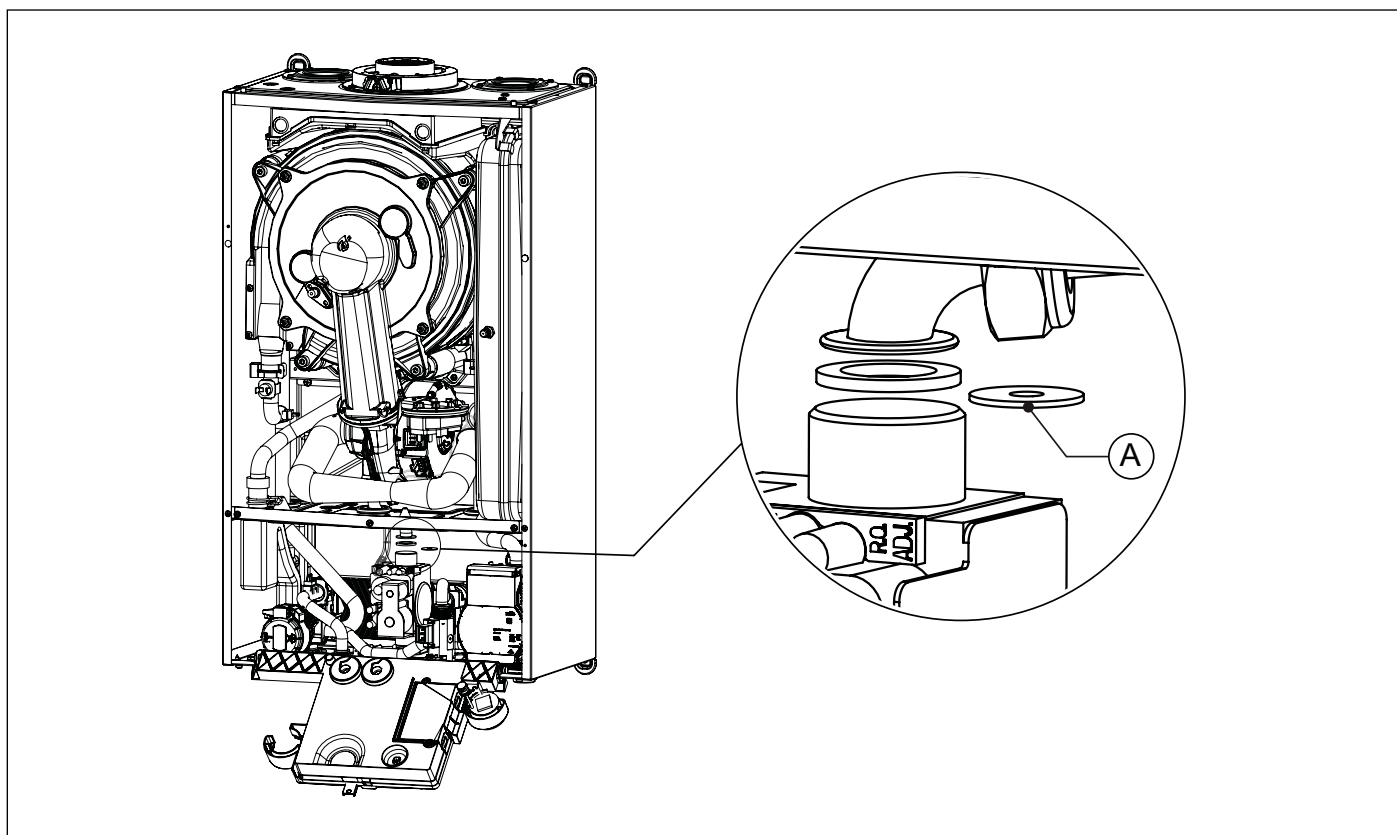

Рис. 24 Замініть діафрагму газу
- Від'єднайте трубку газу (див. Рис. 24 Замініть діафрагму газу).
- Замініть діафрагму газу (A) на нову відповідно до типу газу (див. Рис. 24 Замініть діафрагму газу та Таб. 12 Діаметр діафрагми газу [мм]).